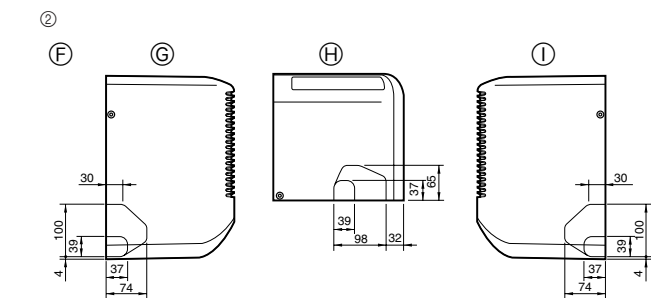

Fig. 4-3
- Выберите расположение пробивных отверстий в корпусе прибора (Fig. 4-3)